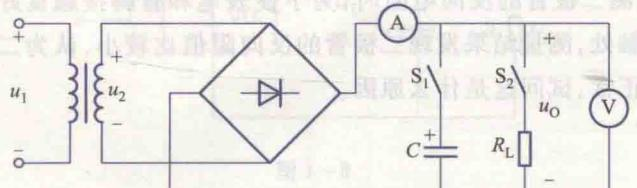

图 1-7
5. 整流滤波电路如图 1-7 所示, $U_1 = 10 \text{ V}$ 。
2. 整流滤波电路如图 1-7 所示, 二极管是理想元件, 电容 $C = 500 \mu\text{F}$, 负载电阻 $R_L = 5 \text{ k}\Omega$, 开关 S_1 闭合、 S_2 断开时, 直流电压表 V 的读数为 141.4 V , 求: